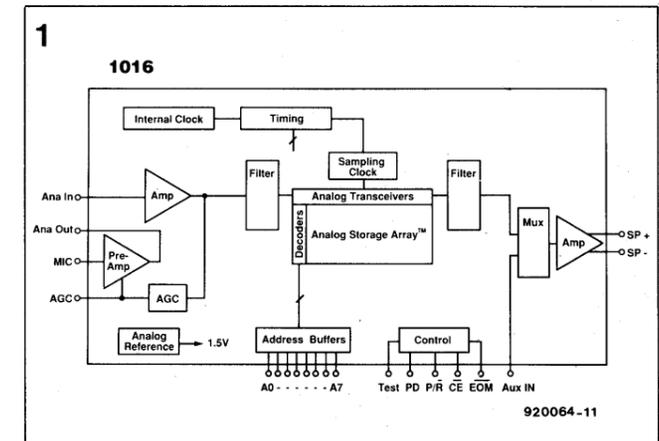

Bild 1. Blockschaltbild mit dem Innenleben des ISD-1016.
**Bild 1. Wenn eine induktive Last wie beispielsweise ein Trafo im Spannungsmaximum mit der Netzspannung verbunden wird, ist der Einschaltstrom wesentlich größer als der Nennstrom.**
Bild 1. Der CMOS-Chip enthält neben dem analogen Speicherfeld die gegen Temperatur- und Betriebsspannungsschwankungen stabilisierte Abtastakterzeugung. Neben dem analogen Eingangverstärker mit AGC-geregeltem Mikrofonvorverstärker (AGC = automatic gain control, automatische Verstärkungsregelung) ist auch ein 50-mW-Ausgangsverstärker integriert, an den ein kleiner Lautsprecher direkt angeschlossen werden kann. Hinzu kommen noch digitale Adreß- und Steuereingänge, die eine vielfältige Betriebsarteneinstellung erlauben. Das Analogspeicher-Array der